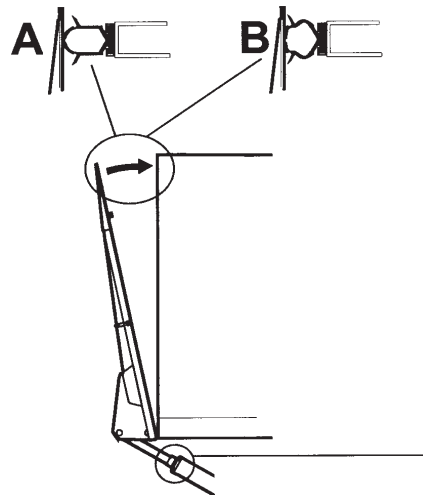

Abbildung 56. Einstellung der Anliegefläche am Aufbau
4. Das Einstellgewinde so drehen, dass die Ladebordwand genau auf die Dichtung des Aufbaus trifft. Abbildung 56.
8. Beide Zylinder abwechselnd einstellen, sodass die Bordwand am Aufbau anliegt, siehe Abbildung 56 (B).